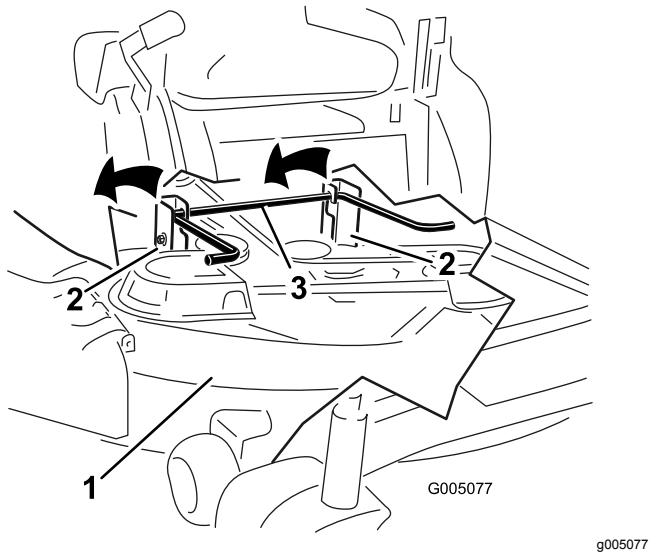

Figura 59
- Eleve la carcasa de corte y separe ésta y las pletinas de suspensión de la varilla de elevación trasera; luego baje el cortacésped con cuidado al suelo (Figura 59).
- Eleve la parte trasera de la carcasa de corte y coloque los soportes sobre la varilla de elevación trasera (Figura 59).